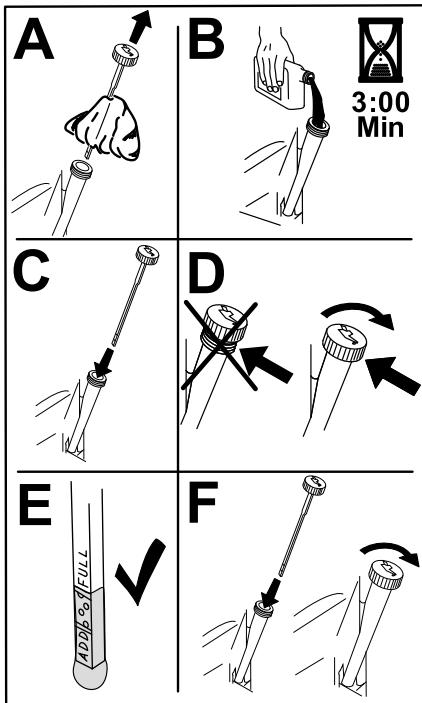

Figura 36
6. Vierta lentamente un 80% aproximadamente del aceite especificado por el tubo de llenado, luego añada lentamente el resto del aceite hasta que llegue a la marca de Lleno (Figura 36).